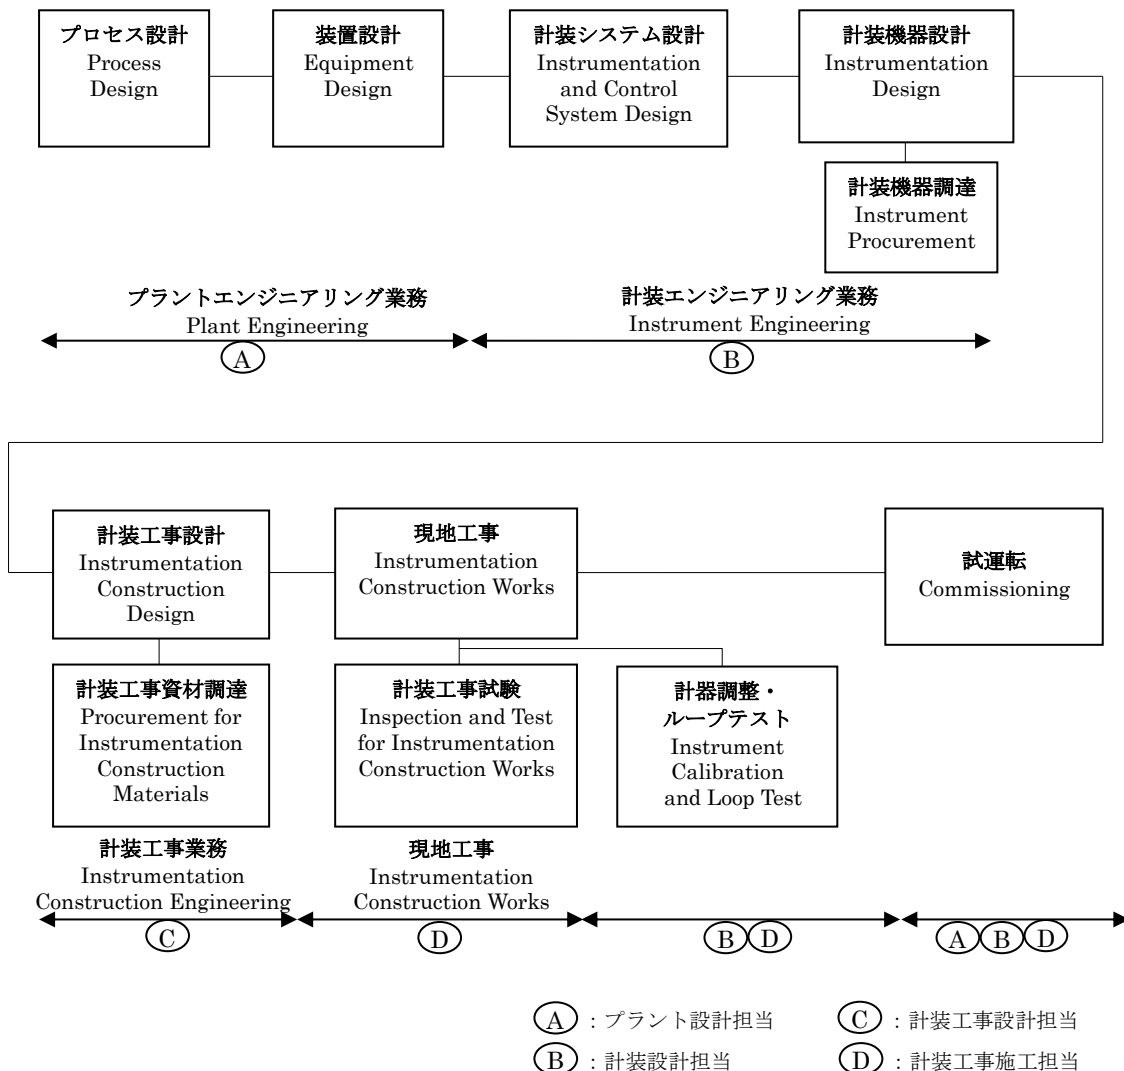

図 1.1 計装工事と関連する業務の分担
1.1 プラントにおける計装工事の範囲 計装工事の範囲は“計装工事設計（含む，計装工事資材調達），現地工事（含む，計装工事試験・検査），試運転立会い，計装設備（工事）保全，それらに付随する業務”と規定する。この規定により計装工事及び関連する業務の範囲を図1.1に示す。